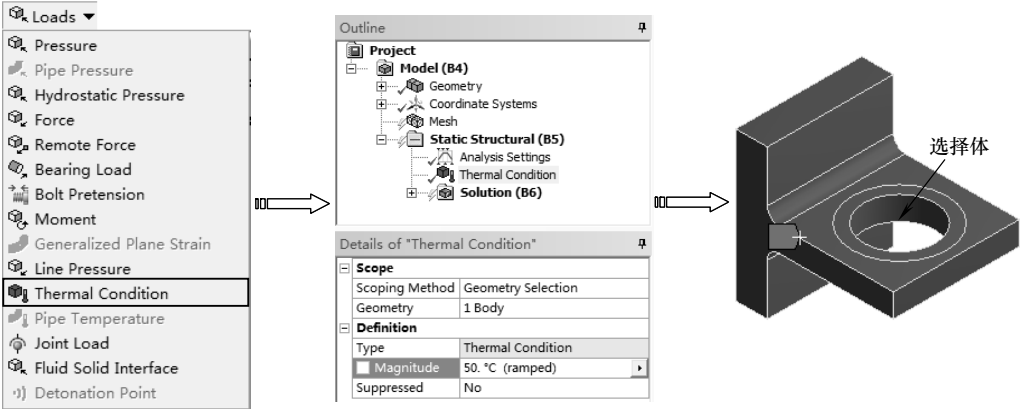

图 5-27 热条件
- ◇ Thermal Condition (热条件) 热条件可在结构分析和热分析中插入已知的温度边界条件,如图 5-27 所示。结构分析中指定热膨胀系数并施加温度载荷后计算热应变,热应变本身不会引起应力,但当约束、温度梯度或热膨胀系数不相匹配时会产生应力。